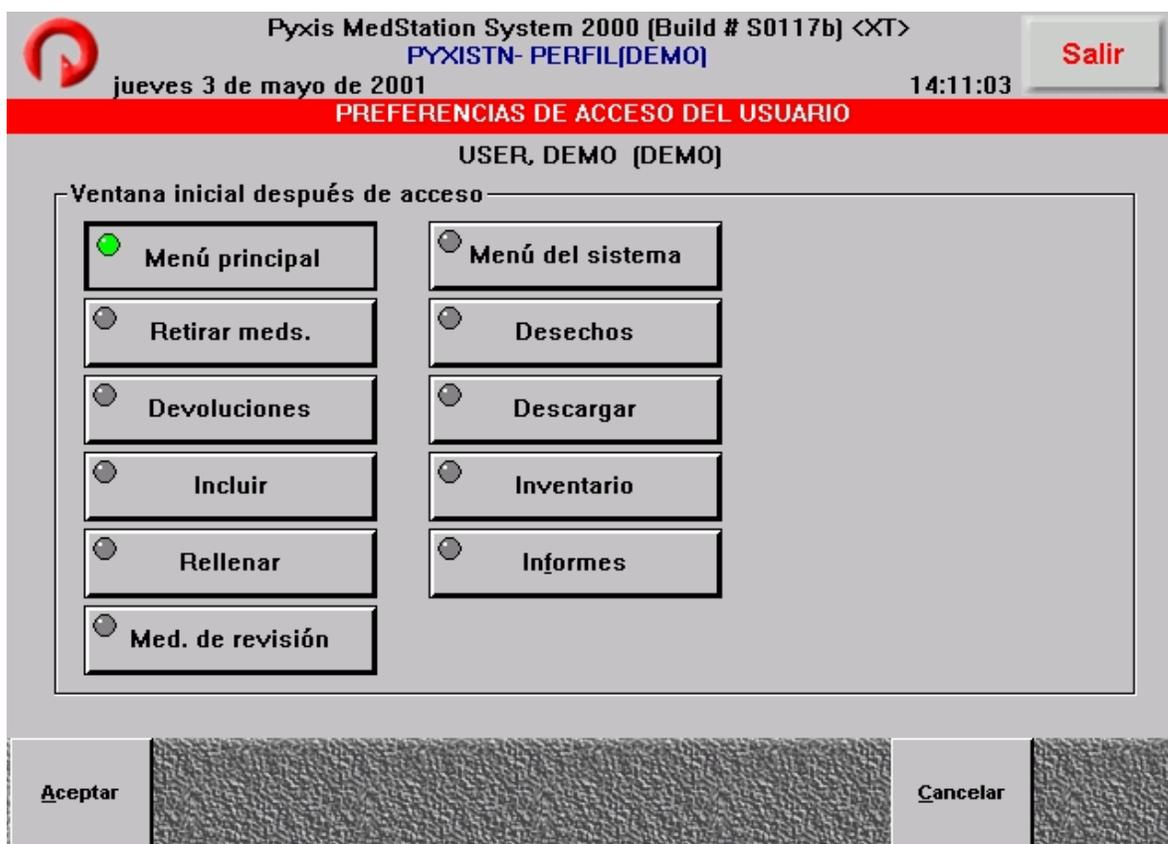

Fig. 59: Pantalla Preferencias de acceso del usuario.
- a) Preferencia de acceso. Para definir la pantalla que aparecerá al conectarse, presione Preferencias de acceso, seleccione una de las opciones que desee aparezca al momento de conectarse a la Estación. Fig. 59